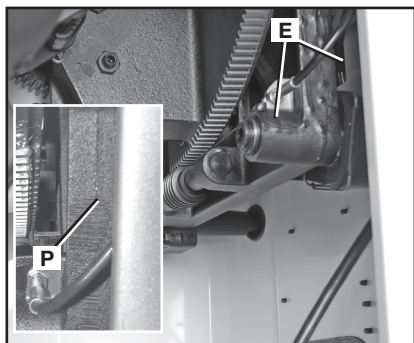

FIG. 83
CABLE INDICADOR DE BEDEL (E), Fig. 83: Mantenga el cable (E) y la ranura de acople (P) libre de polvo y acumulación de suciedad. Sople el área regularmente con aire comprimido.
SEGÚN SEA NECESARIO, ENGRASE LOS ENGRANAJES DE TORNILLO SIN FIN (F) y (G), Fig. 84: Mantenga los engranajes de tornillo sin fin libres de polvo y acumulación de suciedad. Sople el área regularmente con aire comprimido. Utilice una grasa multiuso a base de litio según sea necesario en estos engranajes. Preste atención al engrasar los engranajes para evitar que la grasa caiga sobre el cable indicador de bisel (E) Fig. 83.